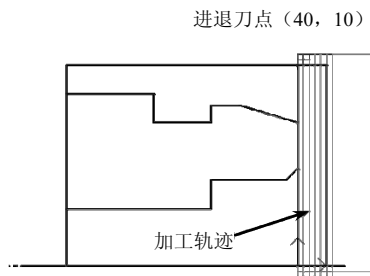

图 6-124 粗车加工端面轨迹
(3) 确定进退刀点 指定一点作为刀具加工前和加工后所在的位置,如图 6-124 所示。要保证选取的点在进退刀时不会与工件发生干涉。